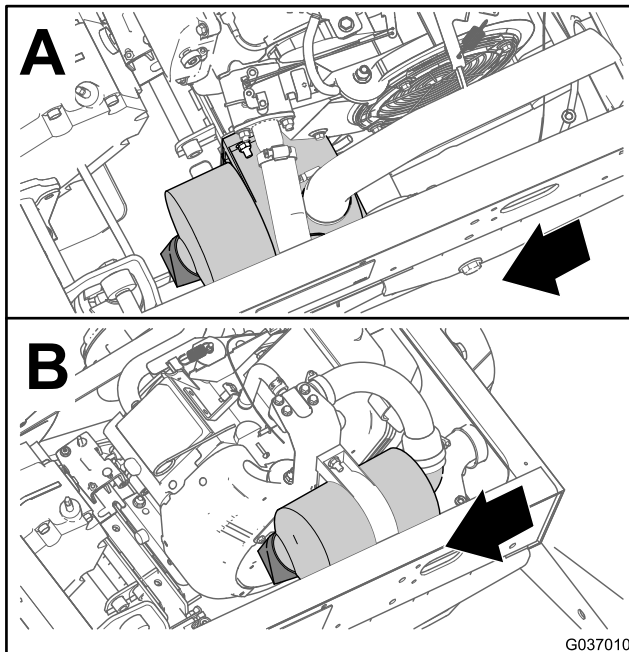
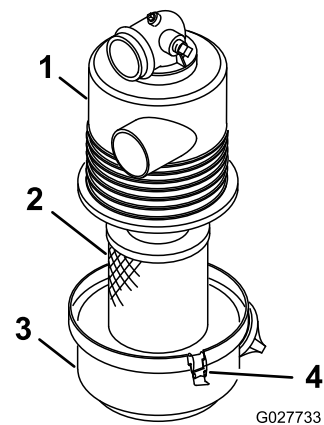

Figura 36
Figura 37
2. Verifique se existe algum dano no corpo do filtro de ar que possa provocar uma fuga de ar (Figura 36 e Figura 37).
3. Liberte os trincos que fixam a cobertura do filtro de ar à respetiva caixa (Figura 37).
4. Separe a cobertura do filtro de ar da caixa e limpe o interior da cobertura (Figura 37).
3. Insira o elemento do filtro de ar na caixa do filtro (Figura 37).
4. Alinhe a cobertura do filtro do ar com a caixa (Figura 37).
5. Prenda a cobertura à caixa com as patilhas (Figura 37).